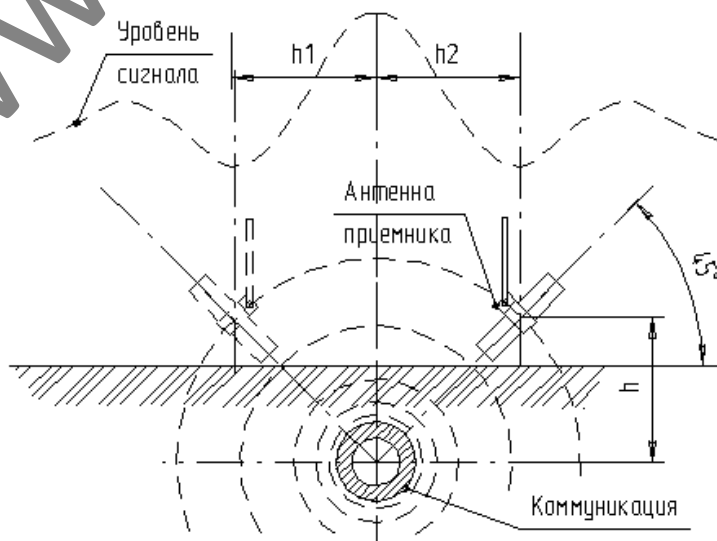

Рис.8. Схема определения глубины заложения.
7.4. Определить глубину залегания можно только после установления местоположения оси коммуникации (рис.8). Для этого антенну располагают под углом 45 градусов к поверхности земли над точкой расположения оси трассы и удаляют антенну приемника в направлении, перпендикулярно оси трассы до точки над поверхностью земли, где сигнал имеет минимум. Расстояние от точки над осью трассы до точки минимума сигнала равняется глубине залегания от поверхности земли до центра оси коммуникации. Для получения более достоверного значения глубины залегания антенну следует располагать у самой поверхности земли. Для уточнения глубины измерения можно повторить с другой стороны трассы. Если два полученных размера заметно не совпадают, то это может свидетельствовать об искажении формы магнитного поля при непрямолинейном расположении самой трассы или при наличии рядом расположенных электропроводных или с высокой магнитной проводимостью объектов. В условиях искаженного магнитного поля сигнальной частоты точные геометрические построения методами магнитной локации невозможны.